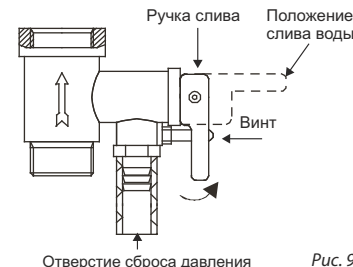

Рис. 9
4. На входной патрубок обозначенный голубым цветом и стрелкой направления течения воды накрутите предохранительный клапан так, чтобы течение воды совпадало с направлением стрелки на корпусе клапана. На отверстие сброса давления предохранительного клапана (см. рис. 9) оденьте дренажную трубку для отвода воды (возможно появление при нагревании) в канализацию.
- открутить винт обратного предохранительного клапана и перевести ручку в горизонтальное положение, из отверстия предохранительного клапана должна потечь вода. (см. рис. 9)